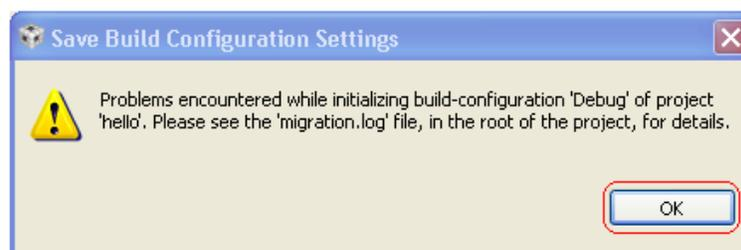

图 12. 保存 **Build Configuration Settings**
8. 当如图 12 中所示出现对话框时，单击 **OK** 按钮。